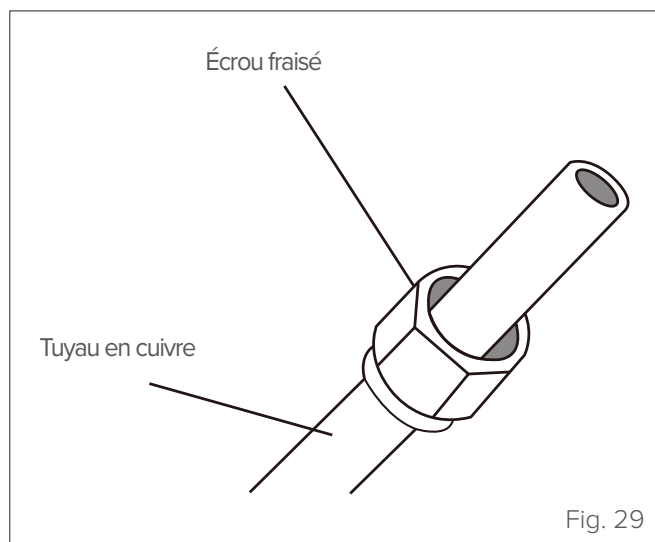

Fig. 29
- 3 Placer un écrou fraisé à chaque extrémité du tuyau. S'assurer que les écrous sont orientés dans le bon sens, car après l'évasement, il ne sera plus possible de les appliquer ou de changer leur direction (voir "Fig. 29").